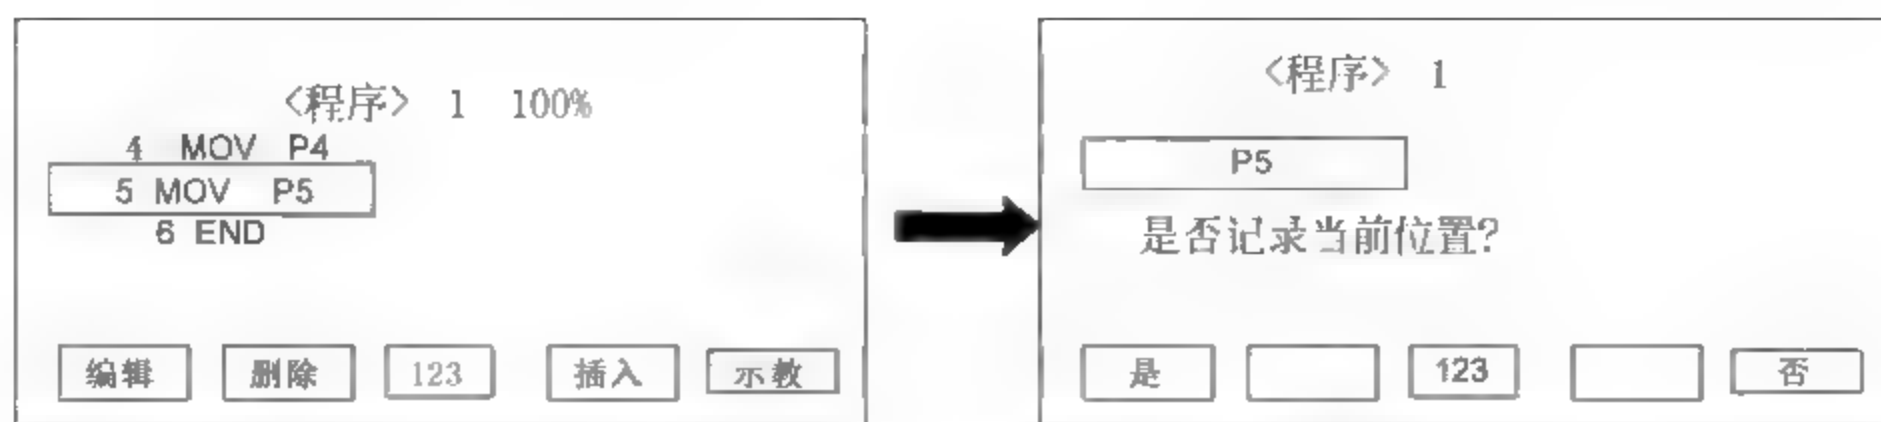

图 4-12 进入“示教确认”界面
(1) 在“指令编辑”界面进行的示教操作。
① 使用 JOG 功能,将机器人直接移动到(预定的)P5 点,并在显示屏上观察“当前点”的数据。
② 在“指令编辑”界面选择程序行“5 MOV P5”。
③ 选择按下对应“示教”功能的按键 F4,进入“示教确认”界面,如图 4-12 所示。